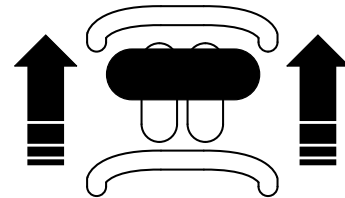

Figure 8
- Pour vous déplacer en marche avant, poussez la commande de déplacement en avant (Figure 8).